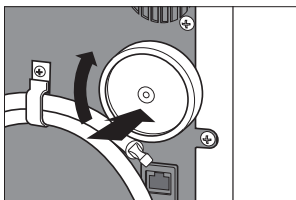

図27
- 4) 新しいエアフィルタを時計方向に回し取り付けます。（図27）